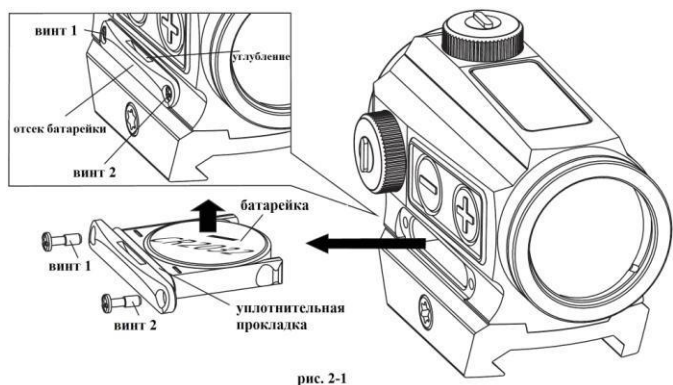

рис. 2-1
- 1) Извлечение батарейки (см. Рис.2-1):